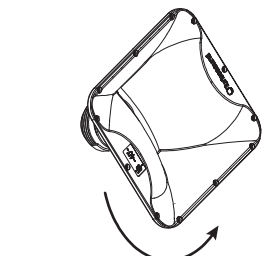

Fig. 5
6. Vrid på hornet för att uppnå önskat täckningsmönster (fig 5).